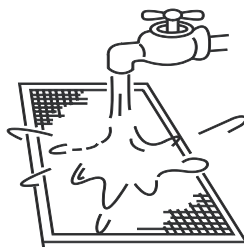

Рис. 16.3
- б) Во время чистки водой приточная сторона фильтра должна быть направлена вниз (см. рис. 16.3).